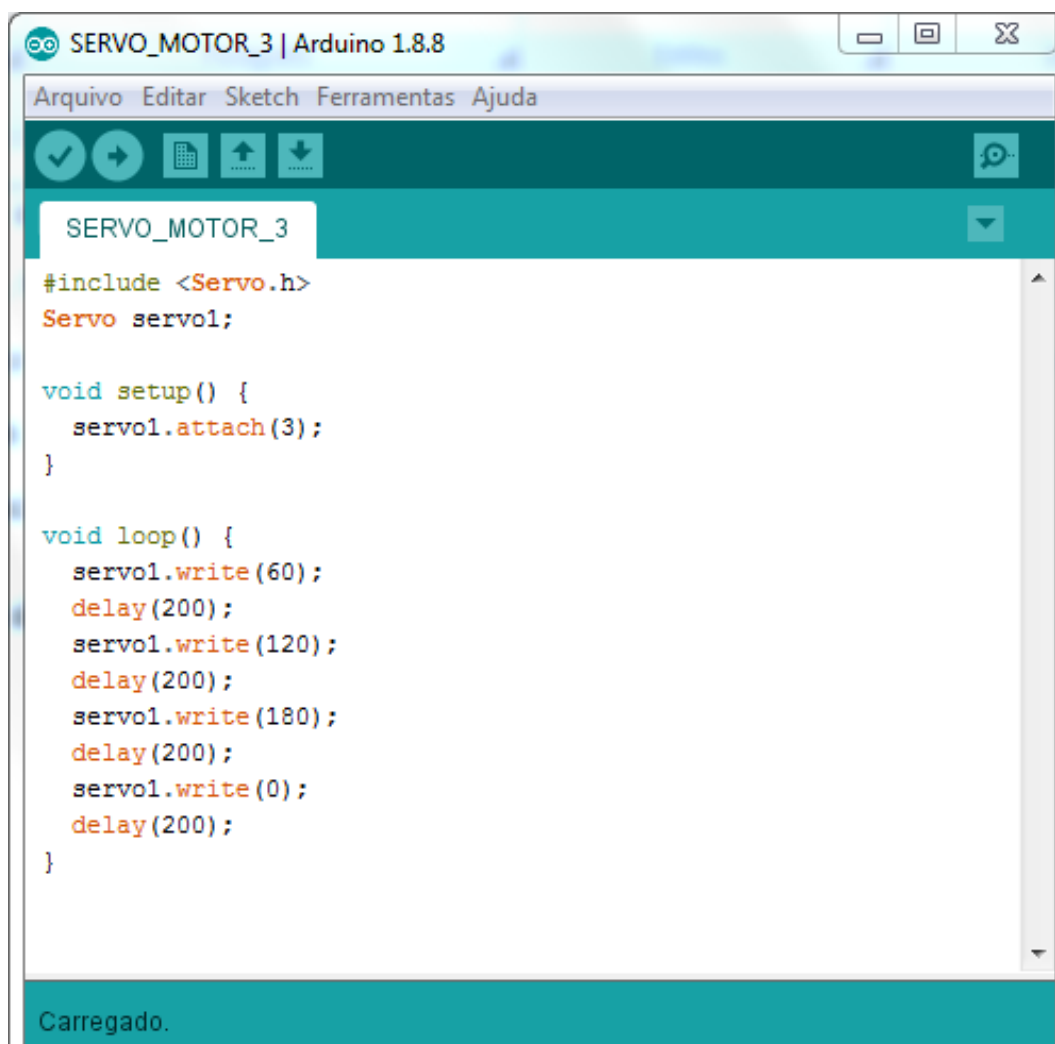

Figura 54: Programa que roda o motor nos ângulos 60, 120, 180 e 0°.
Observe que sempre que se utiliza algum método da biblioteca, antes deverá vir o nome do objeto. Observe a Figura 54:
Como pode ser visto na Figura 54 e também na Figura 53, o passo a passo para se utilizar bibliotecas é sempre: (I) incluí-las no início do *sketch* (`#include <Servo.h>`), (II) declarar os objetos que utilizarão a biblioteca (`Servo servo1;`), e (III) usar os métodos desejados sempre com o nome do objeto os precedendo (`servo1.attach()` e `servo1.write()`).